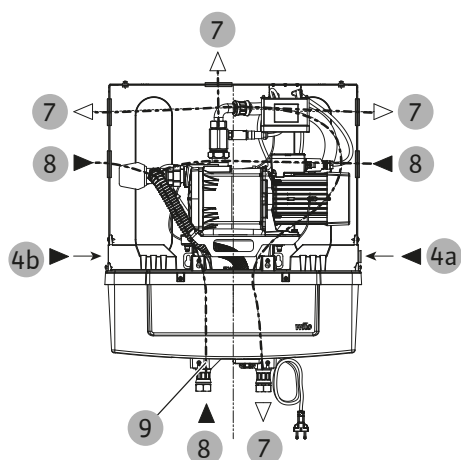

Fig. 14: Hydraulické prípojky
- Prípojku pre rozvod úžitkovej vody (prevlečná matica G 1") (Fig. 14, pol. 7).
- Vodovodné potrubie (G 3/4") (Fig. 14, pol. 4, resp. kapitola Otočenie prípojky vodovodnej vody [► 24] pol. 4a alebo 4b).
Naliehavo odporúčame použiť spojenie s flexibilnou hadicou v kombinácii s uzatváracou armatúrou. Spojenie s doplňovacím ventilom (Fig. 14, pol. 4) by malo byť zrealizované ako plošne tesniace a za použitia prevlečnej matice.
- Nasávacie potrubie od cisterny (prevlečná matica G 1") (Fig. 14, pol. 8).
- Spojte prípojku prepadu (Fig. 14, pol. 9) pre malé priesaky s hadicou prepadu (zaistí zákazník, vnútorný priemer \varnothing 19 – 21 mm) (Fig. 2, pol. 29)
Prítok vodovodnej vody (Fig. 1, pol. 4) je sériovo namontovaný na pravej strane (Fig. 14, pol. 4a) doplňovacej nádrže. Na uľahčenie inštalácie je možné zmeniť umiestnenie prítoku na ľavú stranu (Fig. 14, pol. 4b).